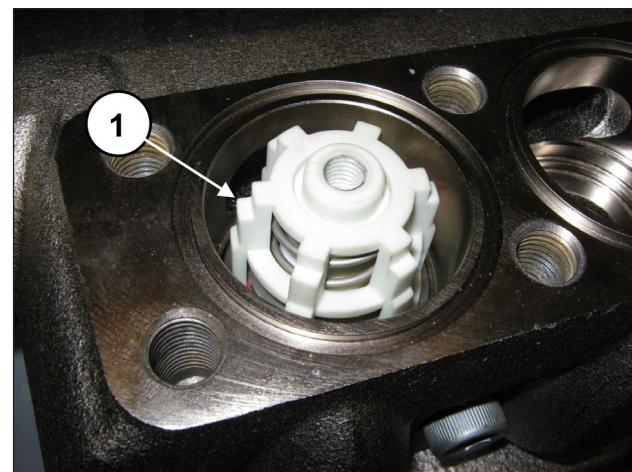

Abb. 157
Die komplette Ventilgruppe muss bündig eingesetzt sein und so erscheinen wie in Pos. ①, Abb. 157.